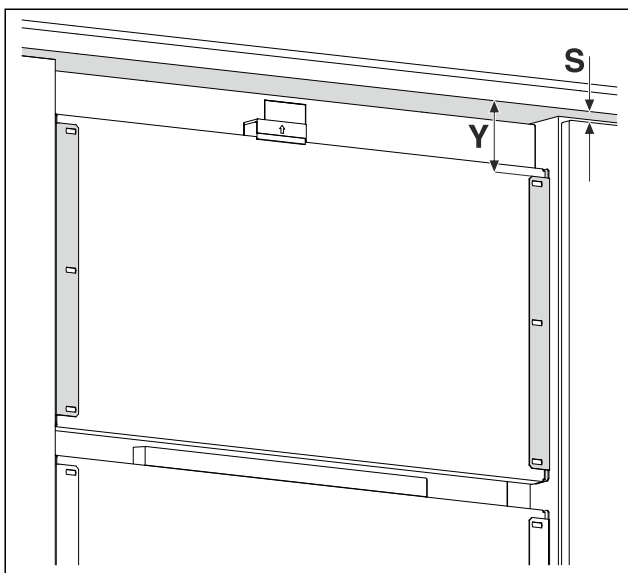

Fig. 16 Ilustrační zobrazení
- Změřte vzdálenost Fig. 16 (Y) od spodní hrany čela nábytku k přídržnému úhelníku.
- Změřte vzdálenost Fig. 16 (S) od spodní hrany čela nábytku k horní hraně nábytkových dvířek.